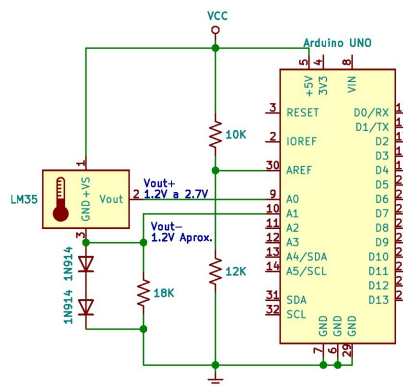
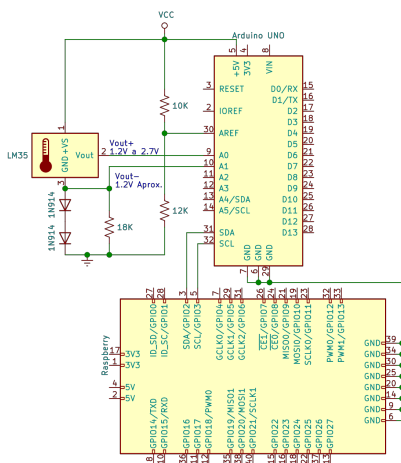

Figura 2: Circuito medidor de temperatura LM35 con Arduino
Figura 4: Circuito completo
En lo concerniente al Arduino, éste incorpora un convertidor analógico-digital de 10 bits con soporte para voltaje de referencia V_{Ref+} , denominado *AREF* según las especificaciones del mismo [2]. Considerando que el LM35 en rango completo entrega hasta 2.05V ($10mV \times (150 - -55) = 2.05V$) la mayor parte de los 1024 valores jamás serán ocupados. Por este motivo, conviene sacar partido del pin de voltaje de referencia *AREF* del Arduino mediante un divisor de voltaje (véase Figura 2). En consecuencia, el pin *AREF* requerirá de un divisor de voltaje con salida de 2.73V tal como se muestra en la Figura 2 para dar mayor precisión al convertidor A/D.
1. Alambre el circuito mostrado en la Figura 2.
El proceso de alambrado de esta práctica considera dos circuitos. El primer circuito, mostrado en las Figura 2, permite obtener valores discretos del sensor de temperatura LM35. El segundo circuito (Figura 4) consiste en la interfaz de conexión vía I²C entre el microcontrolador que lee el LM35 y la Raspberry Pi que genera los reportes y grafica los resultados.